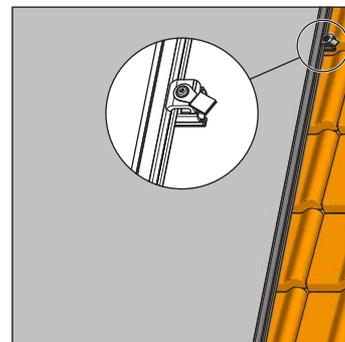

Fig. 3-22 Étape 6b -
- b)  du raccord d'alimentation dans le profilé de montage et serrez-la avec une clé Allen (fig. 3-22).